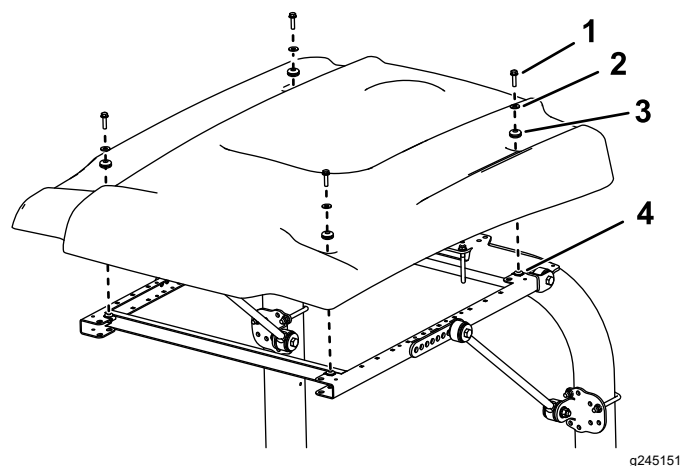

Рисунок 25
13. Выравнивая монтажные отверстия, расположите солнцезащитный навес на раме, как показано на Рисунок 25.
14. Установите каждый угол солнцезащитного навеса на раму с помощью болта с фланцевой головкой (5/16 x 1¼ дюйма), малых шайб и уплотнительной резиновой втулки, не затягивая их (Рисунок 25).